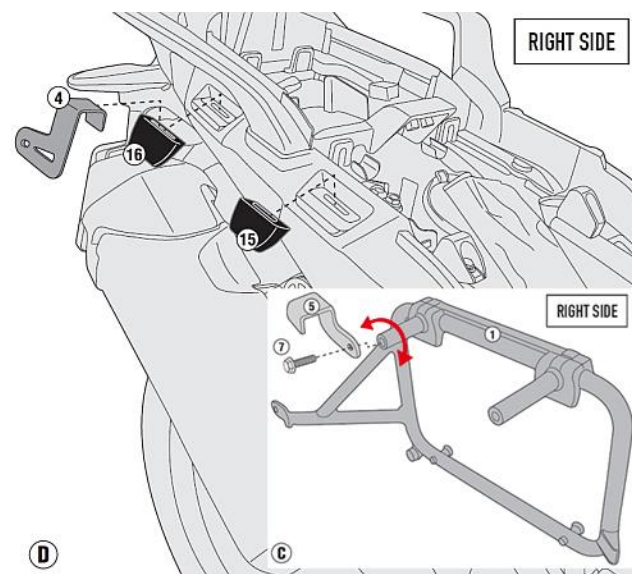

図3
8. 純正シートカウル右側に設けられた純正パニアケース懸架部の前穴に⑬サポート（厚/右前側用）を、後穴に⑭サポート（薄/右後側用）と④サポート（右）を仮組みします。（図3参照）
※. 図3を参考に、④サポートの左右の形状の違いと組み付け向きを判別してください。
9. ⑦フランジ付き六角ボルト（1ヶ）を使用して、①パニアホルダー（右）の上部前側ステー部に⑤サポートを仮組みします。（図3矢印箇所参照）